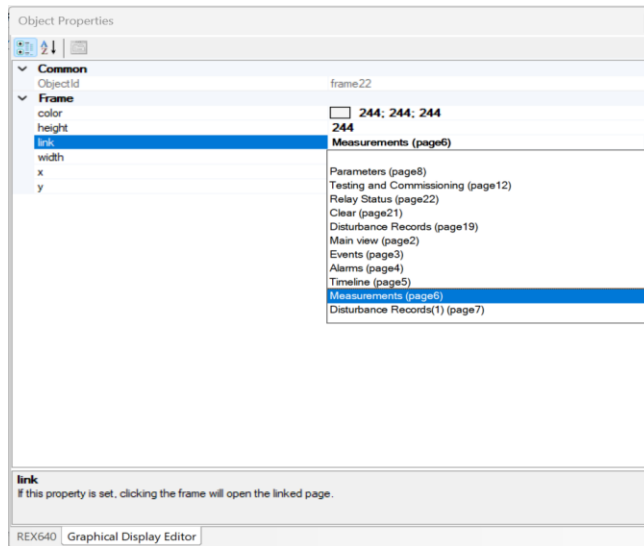

Imagen 173_ Configuración de la visualización del display.
3.35 Ahora bien, seleccionamos el rectángulo que enmarca nuestras tres mediciones donde nos aparecerá la siguiente ventana, como en la **Imagen 173**, seleccionamos “link” y buscamos nuestra ventana de “Measurements (page #).